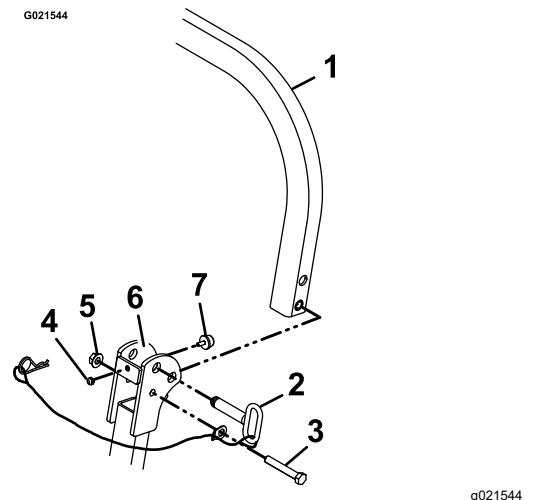

Bild 4
3. Ölen Sie die Innenflächen der Montageplatten am oberen Ende der unteren Überrollbügellohre leicht ein (Bild 4).
4. Suchen Sie den oberen, U-förmigen Teil des Überrollbügels und montieren Sie den oberen Überrollbügelseit mit einer Sechskantschraube ($\frac{1}{2}$ " x $3\frac{1}{4}$) und einer Sicherungsmutter ($\frac{1}{2}$) auf jeder Seite (Bild 4).
6. Klappen Sie den Überrollbügel in die aufrechte Position, setzen Sie den Verriegelungsstift ein (der ovale Griff muss zur Außenseite der Maschine zeigen) und sichern Sie ihn mit den Splinten auf jeder Seite (Bild 4).